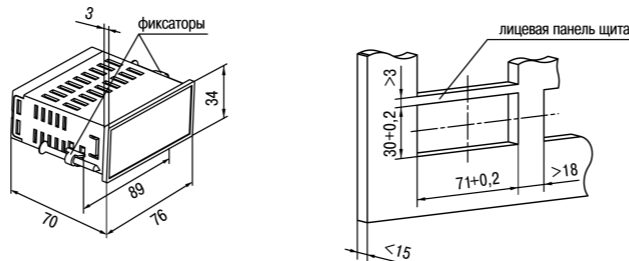

Рисунок 4.2 – Габаритные размеры корпуса ЩЗ
1. Подготовить на щите управления монтажный вырез для установки прибора (см. *рисунок 4.2*).